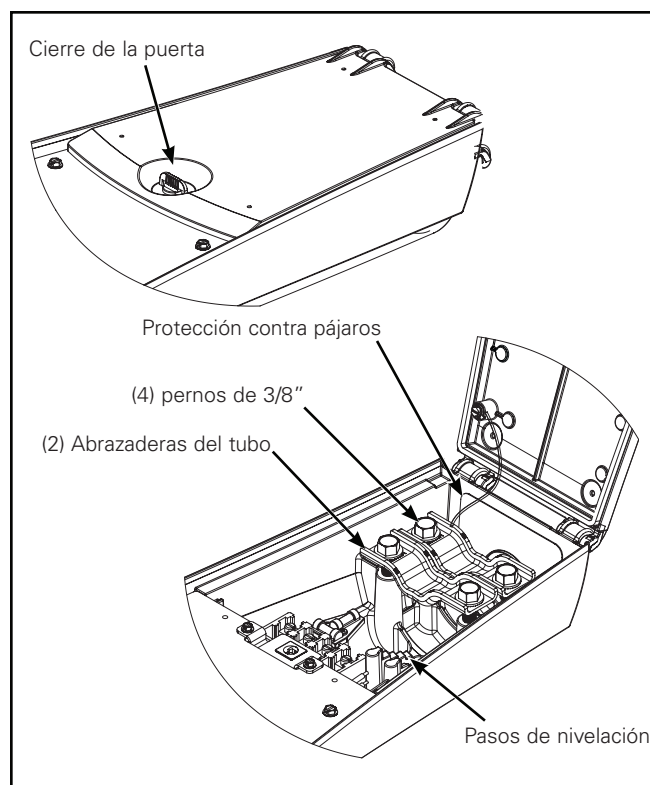

Figura 2.
5. Si usará una tubería de 1-1/2", retire los pernos de las abrazaderas y voltee la abrazadera de modo que se pueda ver el tamaño del tubo desde la parte superior. Se debe invertir la posición de las abrazaderas para la opción de tubo más pequeño. (Figura 2).